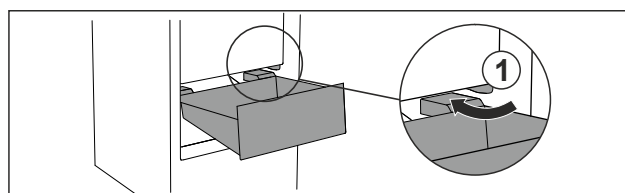

Fig. 136
- Zásuvku ved'te šikmo podél zarážek Fig. 136 (1).